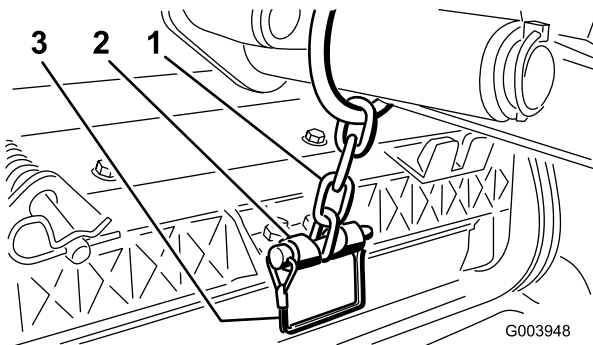

Рисунок 9
12. Прикрепите цепь подъемного рычага к кронштейну цепи с помощью стопорного штифта (Рисунок 9).